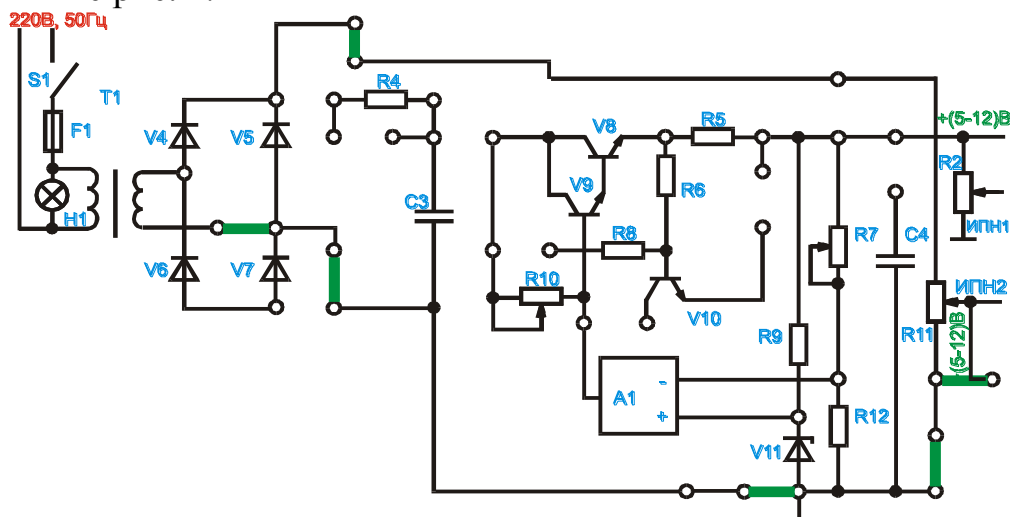

Рис. 2. Схема однополупериодного выпрямителя
1. Собрать схему однополупериодного выпрямителя без фильтра в соответствии с рис. 2.